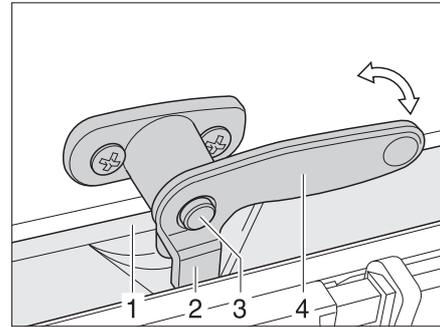

Fig. 75 Levier de verrouillage avec bouton de sécurité en position "fermée"
- Tourner le levier de verrouillage (Fig. 75,3) d'un quart de tour vers le centre de la fenêtre.